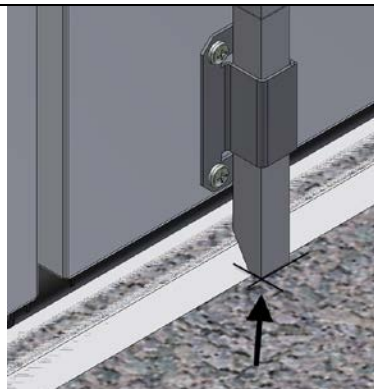
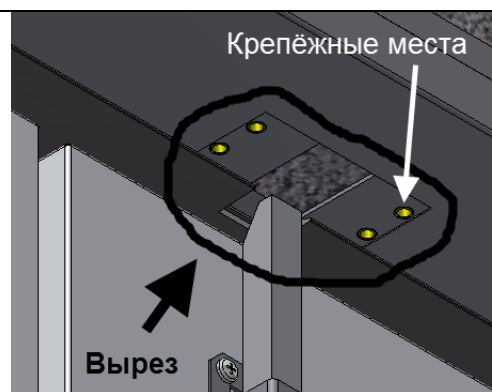

Рисунок 59
Рисунок 60
- Отметить маркером на проёме рис. 59 и полу рис. 60 положение наконечников в закрытом положении вспомогательной створки.